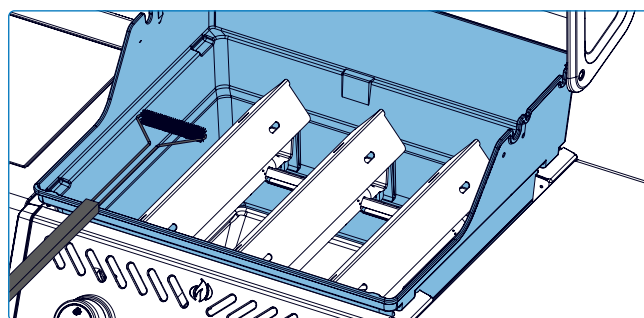

Fig. 21
2. Utilisez une brosse métallique en laiton pour nettoyer les débris détachés sur les côtés et sous le couvercle (**Fig. 21**).